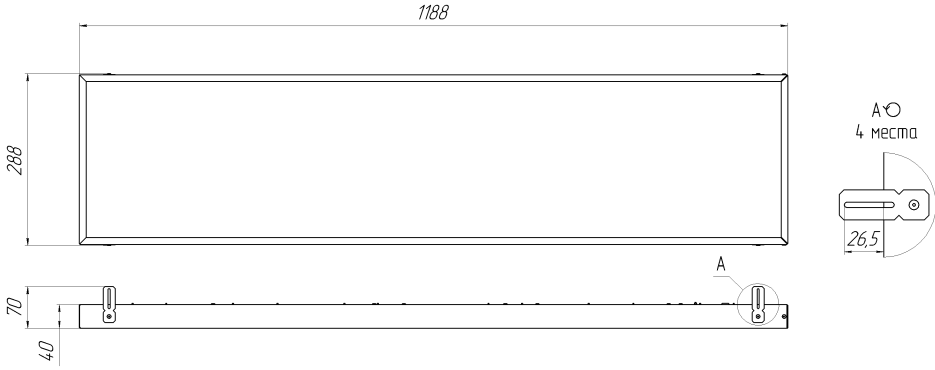

Рисунок 1. Габаритный чертеж Econex Office Gr 1188x288 G2 EM
5.1.2. Для установки светильника необходимо повернуть торцевую панель и аккуратно снять рассеиватель. Надежно закрепить на ровной поверхности корпус светильника при помощи комплекта креплений, габариты для монтажа см. рисунок 1.